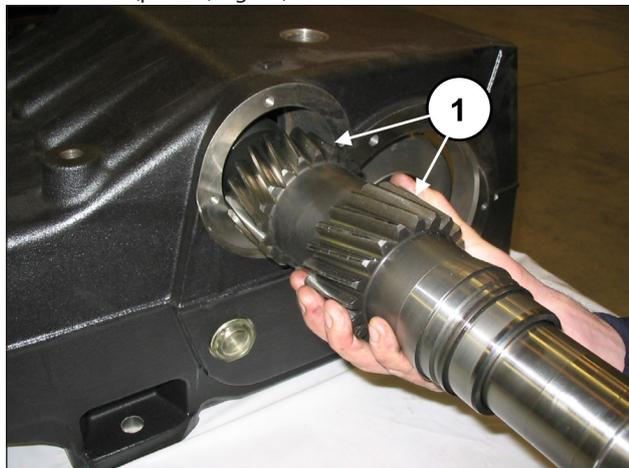

Fig. 55
Insira o eixo PTO pré-montado no interior do carter (pos. ①, Fig. 55), inserindo-o do lado oposto em que foram pré-montados no anel externo do rolamento e a bússola de lubrificação dos rolamentos.
**A inserção do eixo PTO no carter deve ser efetuada, de modo que os dentes fiquem voltados como na Fig. 55.**